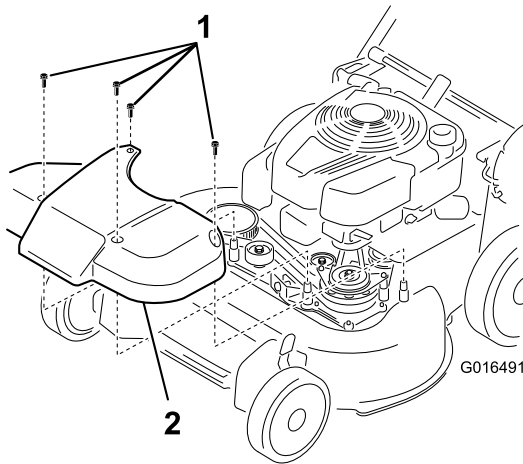

Figura 36
1. Remoção da cobertura do sistema de transmissão da lâmina (Figura 36).